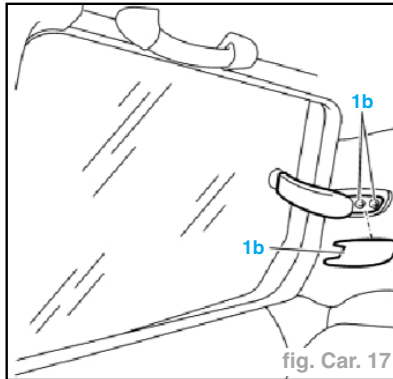

fig. Car. 17
- Déboîter la protection (**1a**) du revêtement de montant et dévisser les vis de fixation (**1b**) (fig. Car. 17).